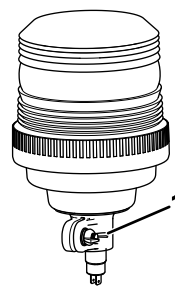

Figura 12
4. Afloje la tuerca de orejeta en la baliza (Figura 12).